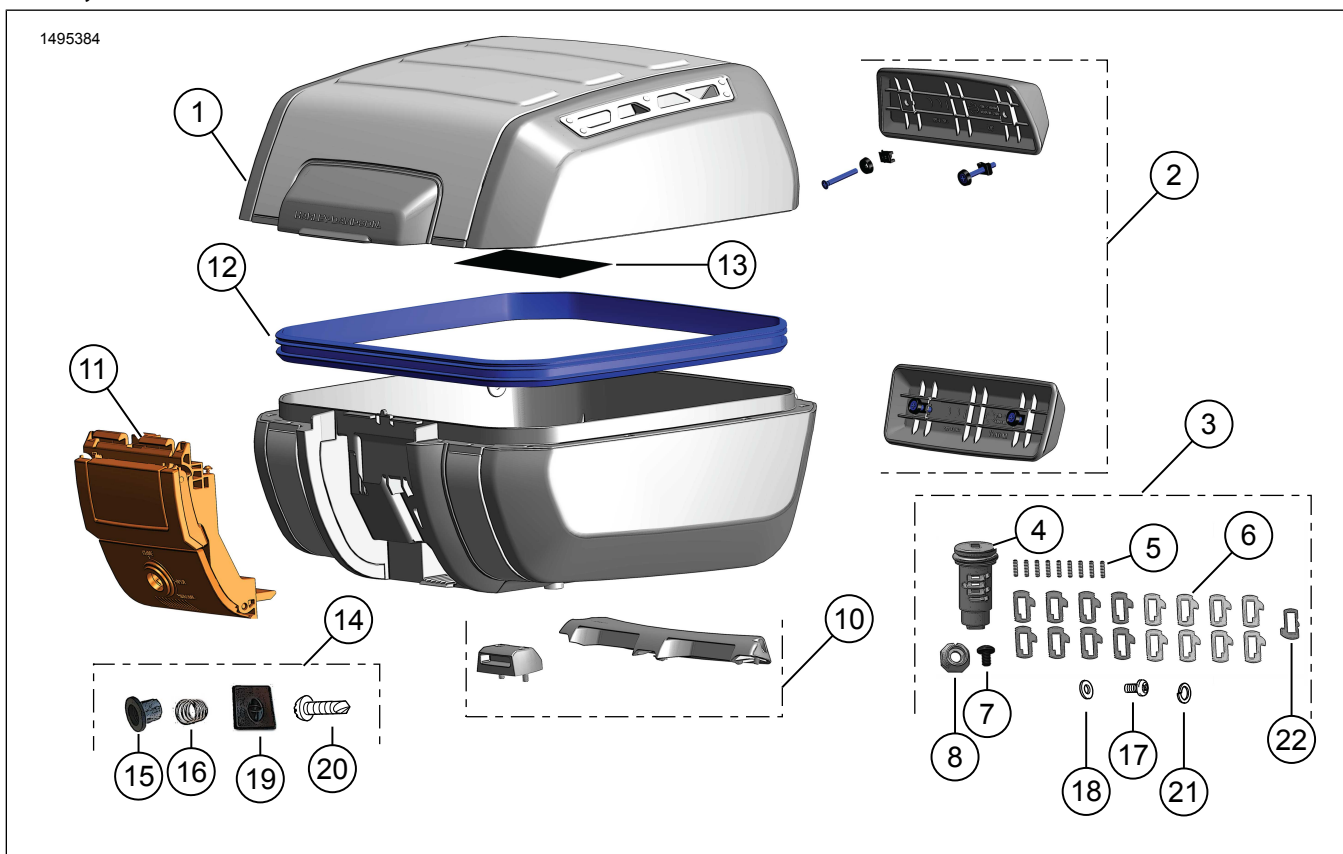
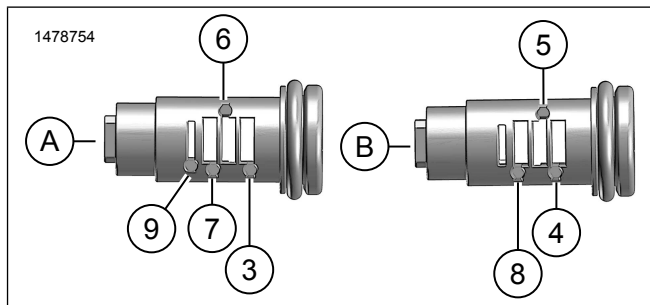

Figura 1. Conținut kit: Casetă superioară detașabilă
Figura 4. Locuri de instalare pentru arc și butuc (tipic)
5. A se vedea figura 4. Instalați arcurile butucului (5), a se vedea Figura 1, în orificii la stațiile 3,6 și 7 pe partea (A) a subansamblului cilindrului.
6. A se vedea figura 4. Instalați butucii (6), a se vedea Figura 1, #11-14 în stațiile 3,6 și 7 conform numerelor de butuc determinate în Tabelul 3.
7. A se vedea figura 4. Instalați arcurile butucului (5), a se vedea Figura 1, în orificii la stațiile 4,5 și 8 pe partea (B) a subansamblului cilindrului.
8. A se vedea figura 4. Instalați butucii (6), a se vedea Figura 1, #21-24 în stațiile 4,5 și 8 conform numerelor de butuc determinate în Tabelul 3.